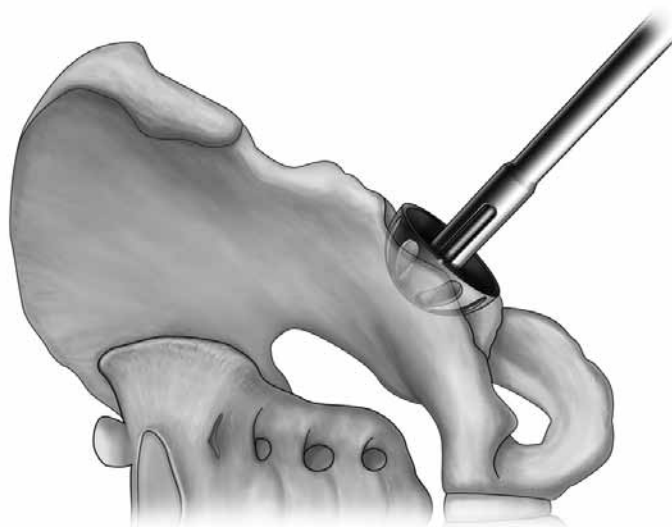

Abb. 2
Schritt 1: Verbinden Sie die passende Probepfanne mit dem Pfanneneinschläger und setzen diese in das gefräste Acetabulum ein (Abb. 2). Das Erproben der Pfanne wird bei einem zufriedenstellenden Ergebnis sowohl das Fräsen als auch das Beurteilen der endgültigen Größe des Implantats relativ zum peripheren Rand beenden.